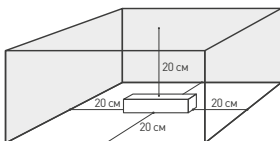

Рис. 2. Свободное пространство вокруг источника
- 4.3. Для естественной вентиляции обеспечить не менее 20 см свободного пространства вокруг источника питания, как изображено на рис. 2. При невозможности обеспечить свободное пространство используйте принудительную вентиляцию.